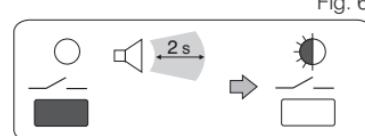

Fig. 6
- Mantener presionada la tecla “” hasta oír una señal acústica y soltarla: el LED parpadea (fig. 6). El transmisor está combinado con el receptor.